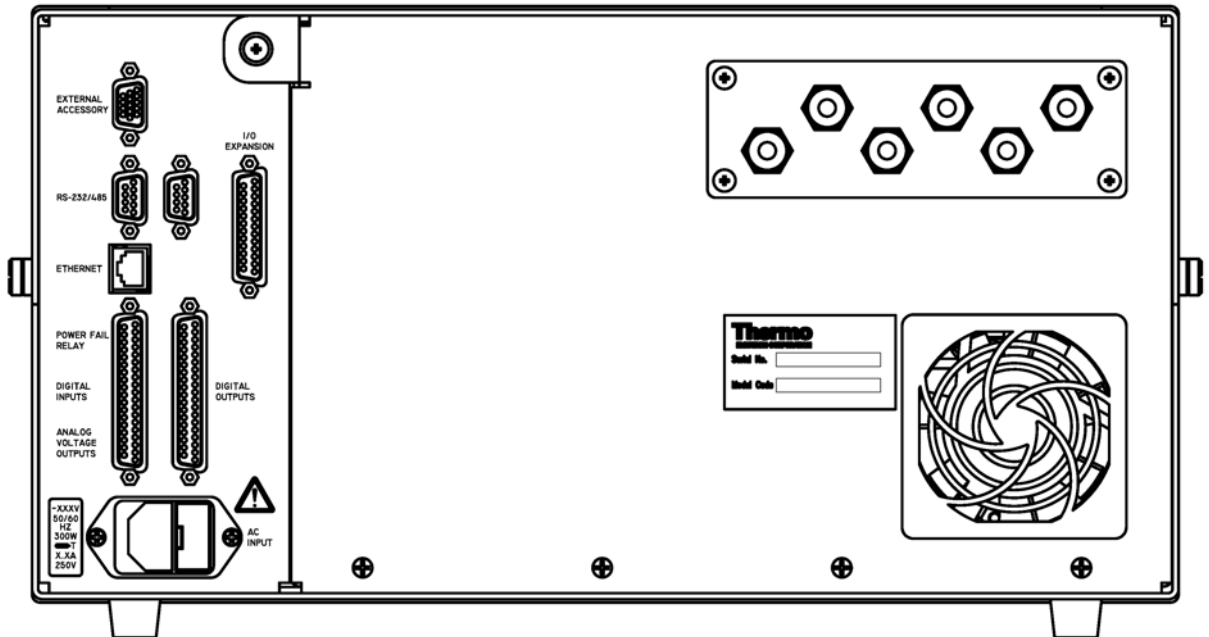

Abb. 2-3. Modell 48i - Rückseite des Gerätes
1. Schließen Sie die Probenahmeleitung an die mit dem Wort SAMPLE gekennzeichnete Schottverschraubung auf der Rückseite des Geräts an (Abbildung 2-3). Vergewissern Sie sich dabei, daß die Probenahmeleitung nicht durch schmutzige, nasse oder inkompatible Materialien kontaminiert ist. Alle Rohrleitungen / Schläuche sollten aus FEP Teflon®, 316 rostfreiem Stahl, Borsilikatglas oder aus ähnlichem Material bestehen. Der Außendurchmesser sollte 1/4“ und der Innendurchmesser minimal 1/8“ betragen. Die Länge der Leitung sollte 3m nicht überschreiten.